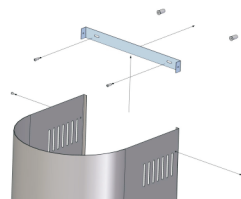

Рис. 7
- Отметьте на стене расположение отверстий, находящихся на внешнем коробе, для верного позиционирования кронштейна (рис.7).
- Извлеките внешний короб и соедините винтами с кронштейном (рис. 7)